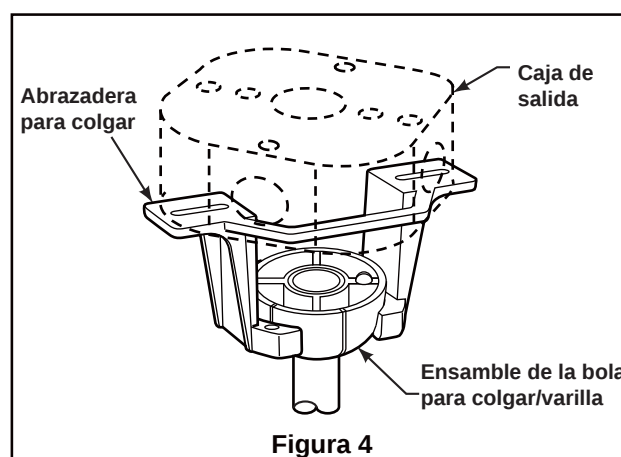

Figura 4
4. Afloje los dos tornillos de fijación del soporte del barral. Introduzca los cables de color negro y blanco de soporte para techo a través de la varilla. (Figura 4)
- ☐ 2. Levante cuidadosamente el ventilador y coloque el ensamblaje de la bola para colgar/varilla en la abrazadera para colgar que acaba de fijar a la caja de salida. Asegúrese de que la ranura de la bola esté alineada con la lengüeta de la abrazadera para colgar. (Figura 4)
- ☐ **4.** Si desea instalar el kit de iluminación, sáltese este paso. Instale la cubierta del cable del kit de iluminación en la ensamble de la placa de iluminación usando las dos ranuras con clave. Sustituya el tornillo extraído y fije bien los tres tornillos. (Figura 4)
☐ **6. Configuración del mando a distancia y proceso de configuración de la velocidad (RPM): (Figura 4)**